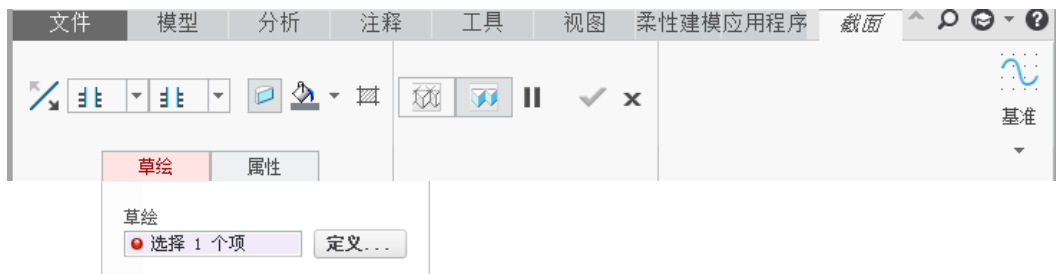
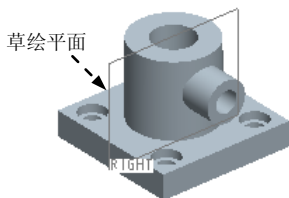
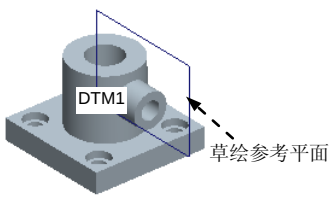

图 3.2.16 “截面”操控板
图 3.2.17 选取草绘平面
图 3.2.18 选取草绘参考平面
Step4. 系统弹出“截面”操控板, 如图 3.2.16 所示。
(1) 定义草绘平面。在图 3.2.16 所示的“截面”操控板的 **草绘** 界面中单击 **定义...** 按钮, 选取图 3.2.17 所示的 RIGHT 基准平面为草绘平面, 再选取图 3.2.18 所示的基准平面 DTM1 为草绘参考平面, 方向为 **左**, 单击 **草绘** 按钮。